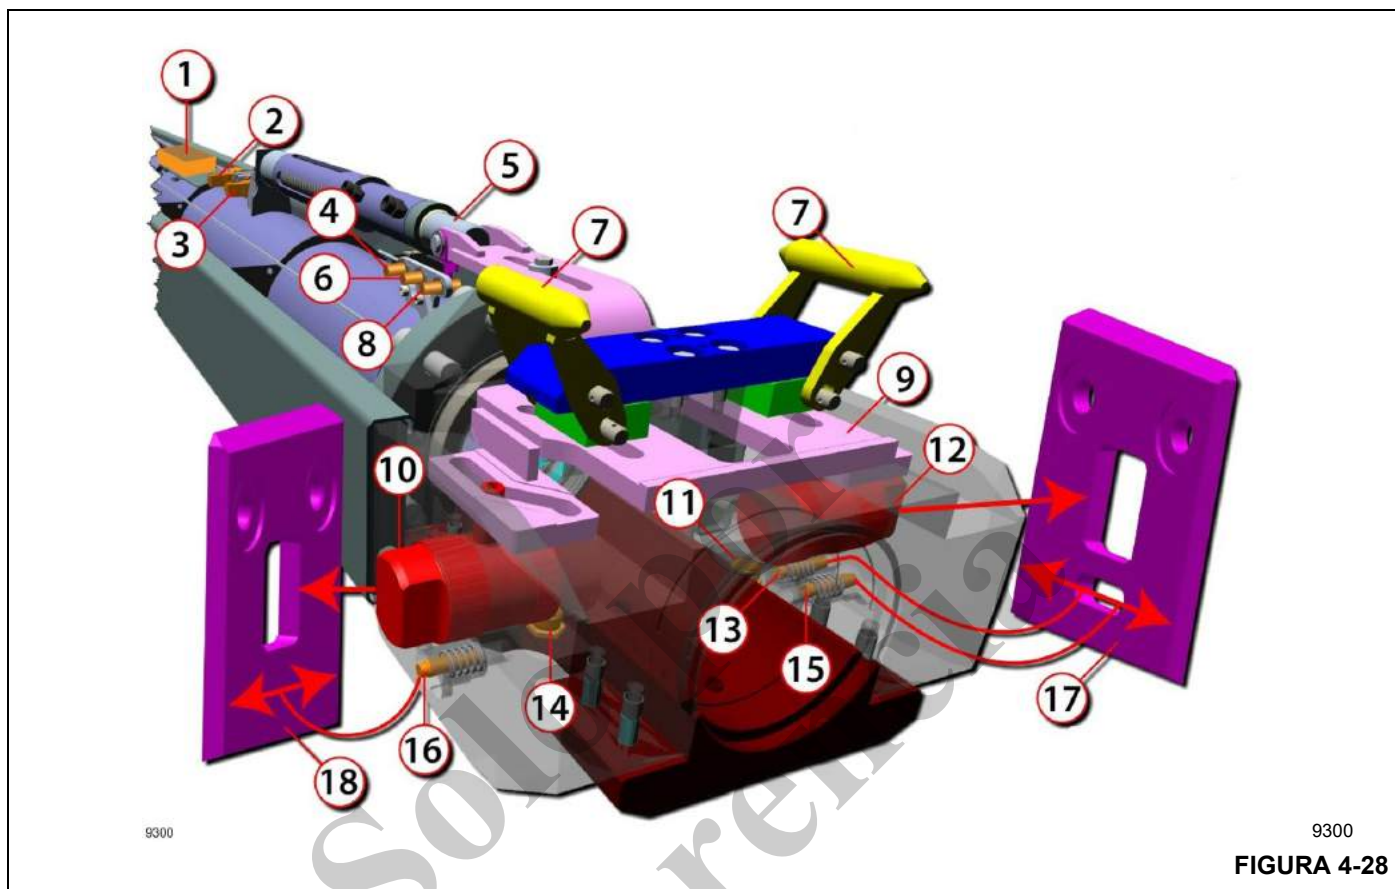

FIGURA 4-28
La Figura 4-28 muestra un diseño del bloqueo mecánico de cabeza.
La placa deslizante (9, Figura 4-28) tiene ranuras que guían los extremos de los pasadores pequeños. Los pasadores pequeños están conectados a componentes que pueden retraer y soltar los pasadores de bloqueo de la pluma fijada. Los pasadores del cilindro (10 y 12) están conectados directamente a los pasadores pequeños, y cuando la placa deslizante se desliza en la dirección de extensión del cilindro telescópico, los pasadores del cilindro se retraen. Los pasadores de sección (no se muestran en la Figura 4-28) se mueven mediante palancas de mariposa (7). Las palancas de mariposa se mueven a medida que la placa deslizante se desliza en la otra dirección (en el sentido de retracción del cilindro telescópico).
Hay 3 interruptores de proximidad para confirmar la posición del accionador hidráulico (5, Figura 4-28). Detectan una placa objetivo que se fija a una de las piezas que se mueven con la placa deslizante. Estos interruptores son los siguientes:
cilindro telescópico (16, Figura 4-28). Como se ha visto con las flechas de los artículos 17 y 18 en la Figura 4-28, cuando los interruptores S2116N y S2117N están apagados, y el interruptor S2118N está encendido, se puede considerar que el cilindro telescópico está alineado con una sección de pluma. El cilindro telescópico estaría ahora en posición para conectarse a esa sección de pluma. A continuación, se presenta la identificación de estos interruptores de proximidad:
El artículo 5, Figura 4-28, indica el accionador hidráulico para el mecanismo de fijación. Se espera que este accionador mueva la placa deslizante en cualquier dirección desde su posición neutral. El accionador utiliza la presión de un tubo tipo trombón (o tubo de llenado o tubo de transferencia) en el centro de la varilla hueca del cilindro telescópico a tra-
Hay dos válvulas de encendido/apagado (2 y 3 Figura 4-28) que controlan hacia dónde se dirige la presión para el accionador. Estas válvulas se denominan Y2130 e Y2131.